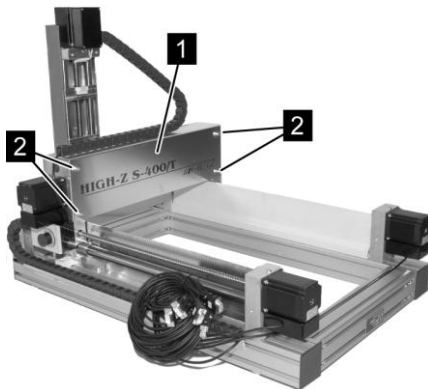

Abb. 31: Abdeckung Y-Achse
2. Vier Schrauben (Abb. 31/2) lösen und entfernen.
3. Abdeckung (Abb. 31/1) an der Y- Achse entfernen.